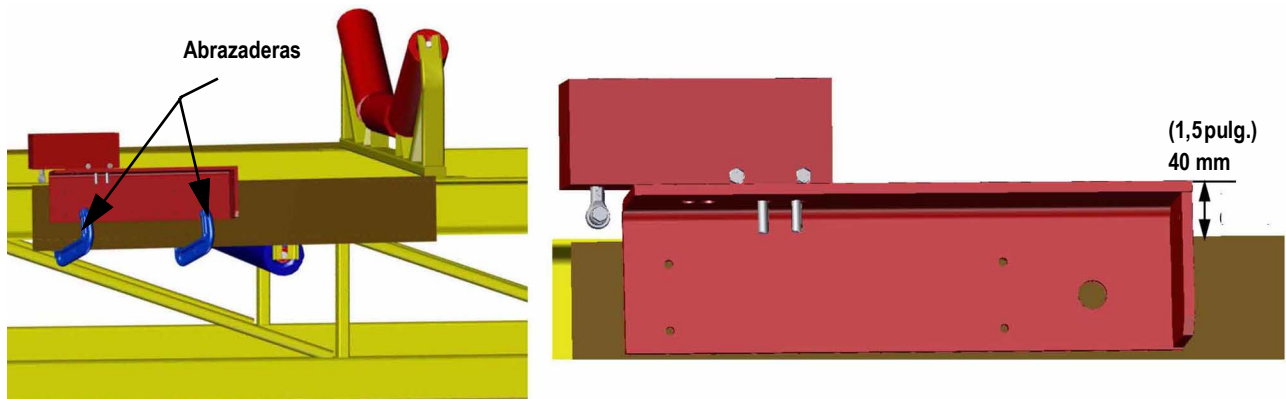

Figura 2-5. Utilice las abrazaderas para colocar la soldadura
7. Usando abrazaderas, coloque cada conjunto soldado en la posición correcta. La parte superior del bastidor de pesaje debe colocarse a 38,1 mm (1,5 pulg.) por encima del larguero para dejar espacio libre para la estación de rodillos cuando se vuelve a atornillar en su lugar (consulte la Figura 2-5). Asegúrese de que el extremo largo del brazo de palanca apunte en la misma dirección que el recorrido de cinta.